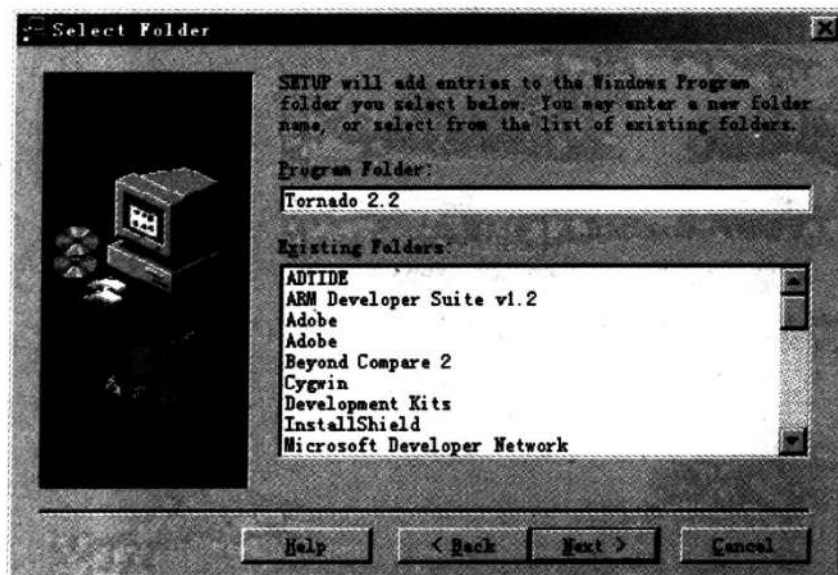

图 3-8 设置安装的程序组名
- ⑦ 在后续几步中可使用系统默认设置,直接单击 Next 按钮,如图 3-8 所示。